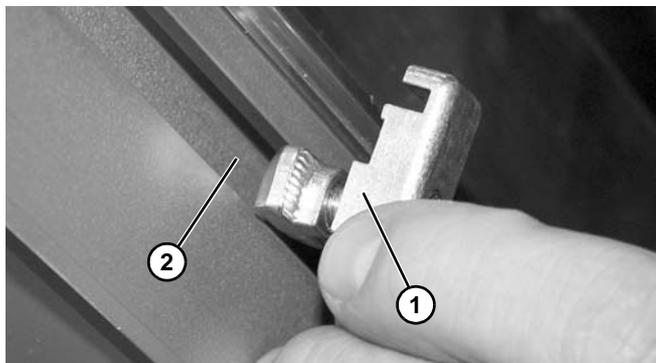

Figure 17
1. Placer les attaches de guidage (**Figure 17, élément 1**) dans les rainures en T du convoyeur (**Figure 17, élément 2**) comme illustré.